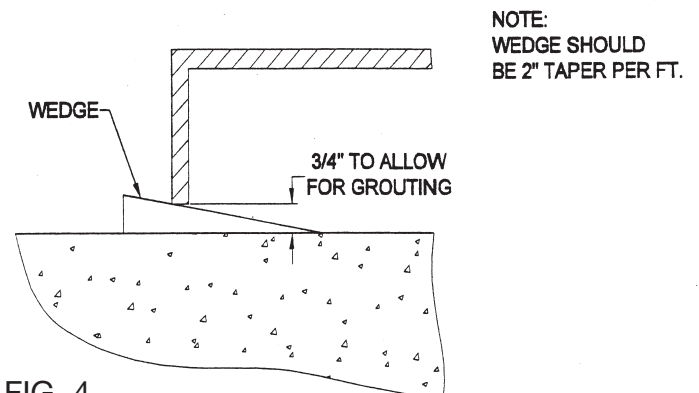

FIG. 4
1. Ponga 12 trozos en el fundamento, un trozo en cada lado de todas las tuercas montantes. Ponga trozos para que la placa de base es f ” encima del fundamento para permitir lechada adecuada (Fig.4).